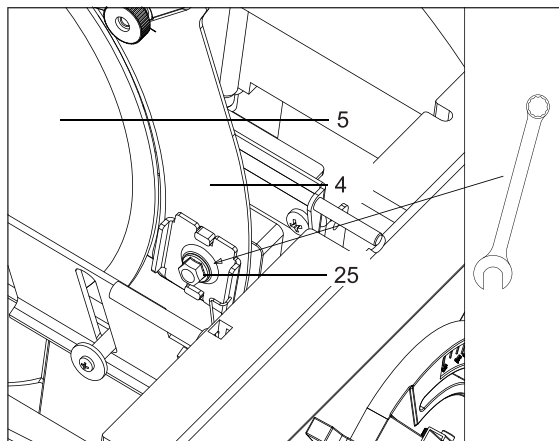
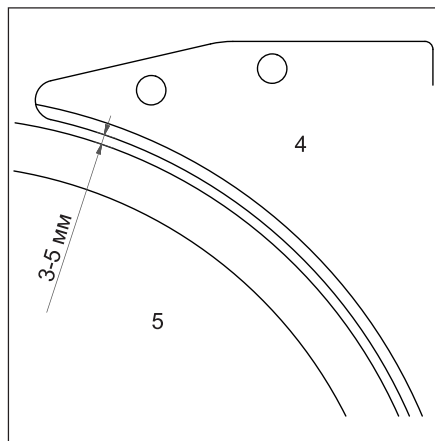

Рис. 10
Рис. 11
15. Ослабьте гайку 25, крепящую расклинивающий нож 4 (рис. 10). Отрегулируйте положение ножа таким образом, чтобы зазор между ножом и пильным диском 5 составлял около 3-5 мм (рис. 11).
После установки диска проверьте зазор между диском и расклинивающим ножом. Он должен составлять максимум 3-5мм (рис. 11).